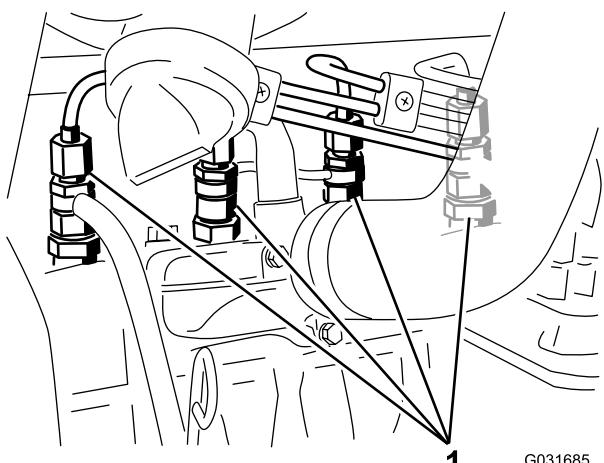

Bild 42
1. Lockern Sie den Leitungsanschluss an der ersten Düse und Halterung (Bild 42).